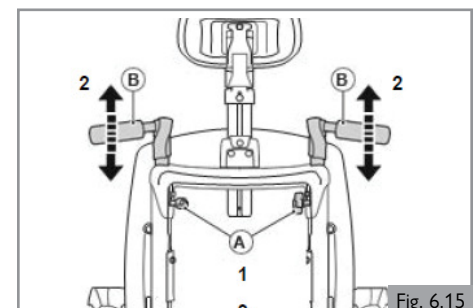

Fig. 6.15
6.9 Hauteur des poignées de poussée (Fig. 6.15)